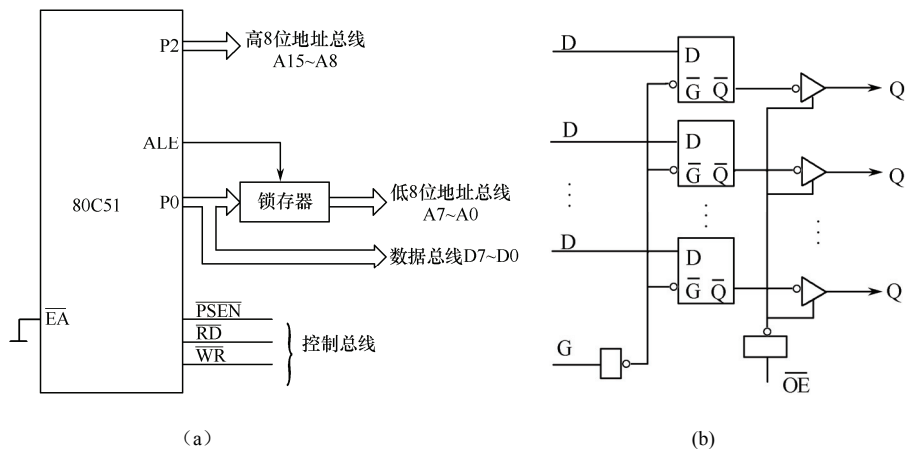

图 9.2 单片机总线结构及 74LS373 内部结构示意图
80C51 系列单片机数据总线和地址总线的低 8 位是分时复用的，因此当系统要扩展时，为了方便与各种芯片相连接，将 80C51 的外部引脚变为类似一般的三总线结构，即地址总线(AB)、数据总线 (DB) 和控制总线 (CB)，如图 9.2 (a) 所示。控制总线借用 P3 口的第二功能。
由于 P0 口既用作低 8 位地址总线，又用作数据总线（分时复用），因此需增加一个 8 位地址锁存器。80C51 访问外部扩展的芯片时，先发出低 8 位地址进入地址锁存器锁存，锁存器输出作为系统的低 8 位地址 (A7~A0)。80C51 的 ALE 信号作为锁存器选通信号，由时序可知，ALE 在下降沿 P0 口的地址输出信号才有效，所以在选用锁存器时，要注意 ALE 信号与锁存器选通信号的匹配。应选择锁存器为高电平触发或者下降沿触发的，例如 74LS373，其内部结构如图 9.2(b)所示，74LS373 是有输出三态门的电平允许 8D 锁存器。当 G（使能端）为高电平时，锁存器的数据输出端 Q 的状态与数据输入端 D 相同（透明的）。当 G 端从高电平返回低电平时（下降沿后），输入端的数据就被锁存在锁存器中，数据输入端 D 的变化不再影响 Q 端输出。若选择上升沿触发的锁存器 74LS273 或 74LS377，这时就需要把 ALE 信号先反相然后再接锁存器。